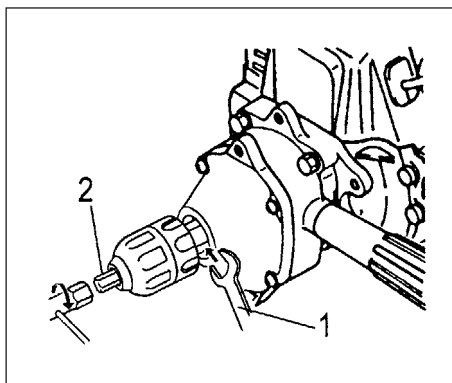

Fig. 2-7C
•Setzen Sie zur Montage bzw. zum Lösen des schlüssellosen Spannfutters einen 19 mm-Schraubenschlüssel (1) zwischen Getriebegehäuse und Bohrfutter an, um die Getriebewelle zu sichern. Führen Sie den Sicherungsriegel (2) aus dem Werkzeugbeutel in das Spannfutter ein und ziehen Sie den Riegel (2) (im Uhrzeigersinn) mit dem beiliegenden Steckschlüssel an bzw. lösen Sie ihn (gegen den Uhrzeigersinn). (Fig. 2-7C)